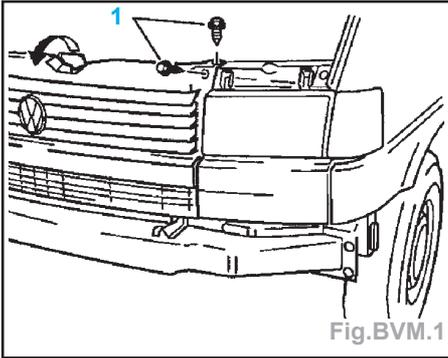

Fig.BVM.1
- Déposer les vis (1) et rabattre le radiateur vers l'avant, dans le sens de la flèche (Fig.BVM.1).